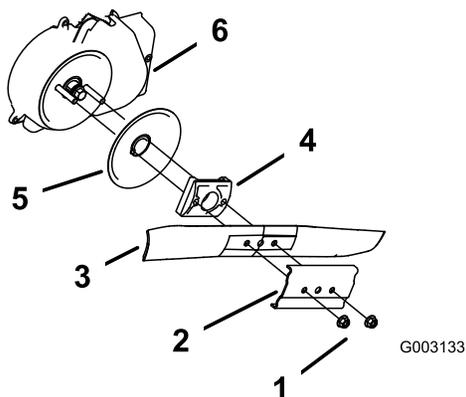

Bild 34
3. Entfernen Sie die beiden Messermuttern und die Verstärkung (Bild 34).
4. Entfernen Sie das Messer (Bild 34).
5. Nehmen Sie den Messermitnehmer und die Scheibe heraus (Bild 34).
6. Entfernen Sie das Schutzblech der Messerbremse (Bild 34).
10. Bauen Sie das zuvor ausgebaute Messer und die Verstärkung wieder ein (Bild 34).